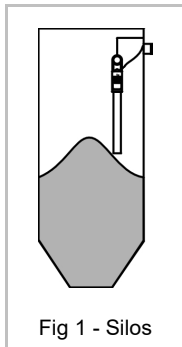

Fig 1 - Silos
- Controle de nível de silos de carvão, cereais, minério, etc. (fig. 1)